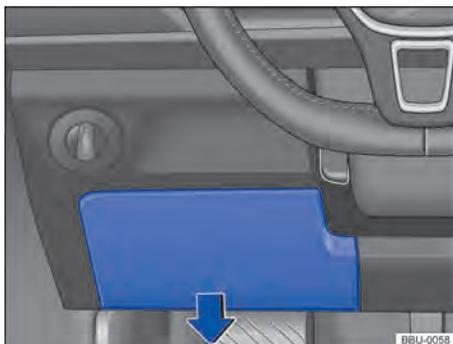

Fig. 151 À esquerda do volante: cobertura da caixa de fusíveis no painel de instrumentos.
- Empurrar a cobertura para baixo no sentido da seta e removê-la → Fig. 151.
- Para *instalar*, pressionar a cobertura no sentido contrário ao da seta nos alojamentos do painel de instrumentos, até que encaixe de forma audível → Fig. 151.